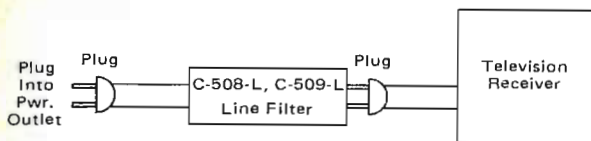

Fig. 3 - Schema d'inserzione del filtro sulla rete c.a.
L'inserzione si effettua secondo lo schema di Fig. 3.
- 3) Rete luce: filtro C-508 o 509 secondo la Fig. 3.